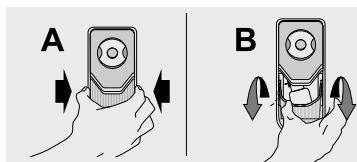

Figura 32
- Retire la tapa luz de la caja control haciendo presión hacia el centro (A) y luego extraerla hacia afuera (B), como lo indica la figura 32